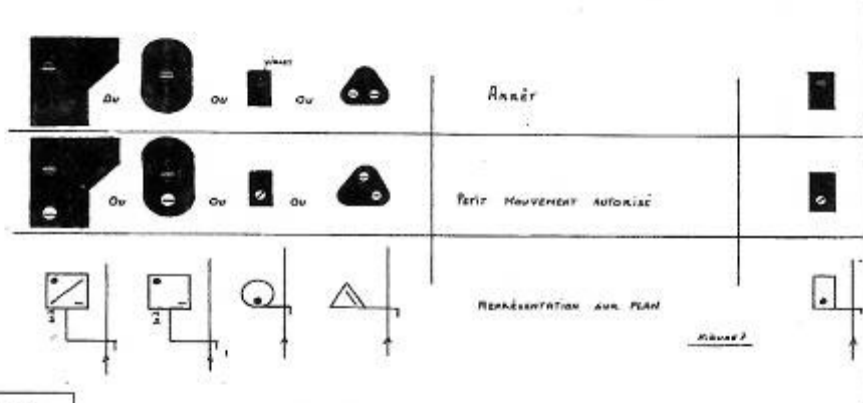

Figure 7
3. Les signaux de petit mouvement. (fig.7)